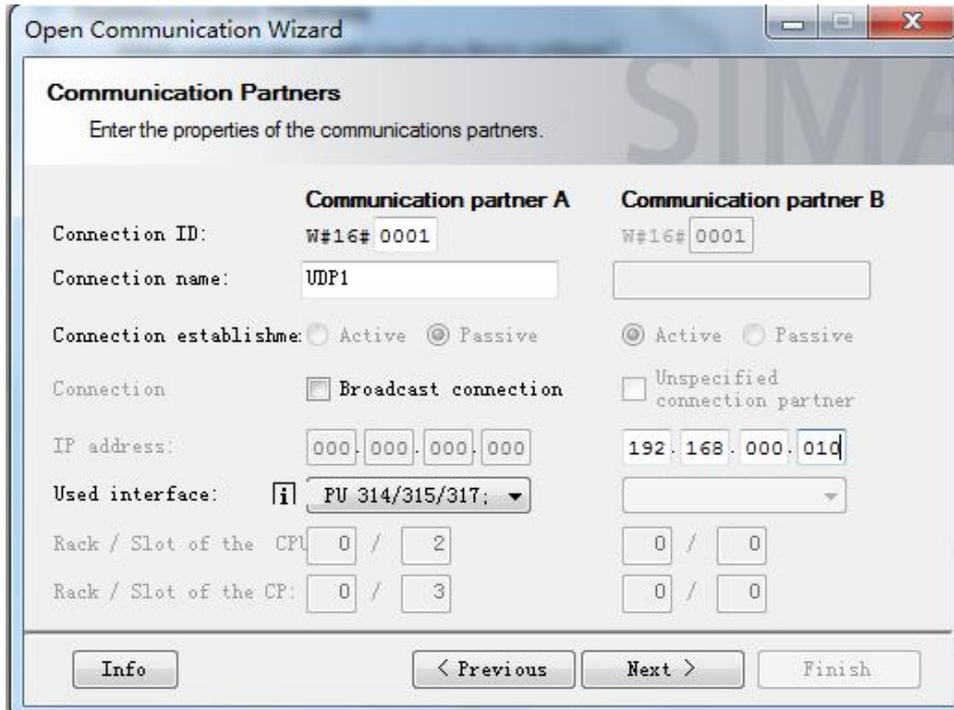

图 3-6 指定连接属性
3.6 点击 **Next** 至下一步，定义连接 ID 和连接名，选择通信所用的接口，本例中用的是 CPU315。指定通信伙伴的 IP 地址，与 S7-1500 侧的组态信息要一致。如图 3-6 所示。